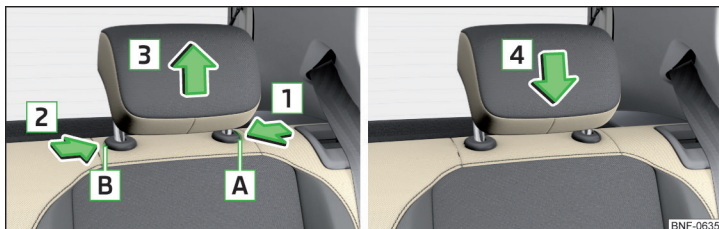

Рис. 54 Виймання/встановлення підголовників ззаду.
- Пересунути кнопку запобіжника **A** в напрямку стрілки **1** натиснути одночасно ключем запалювання в отвір **B**, в напрямку стрілки **2** і витягнути підголовник в напрямку стрілки **3** » Рис. 54.